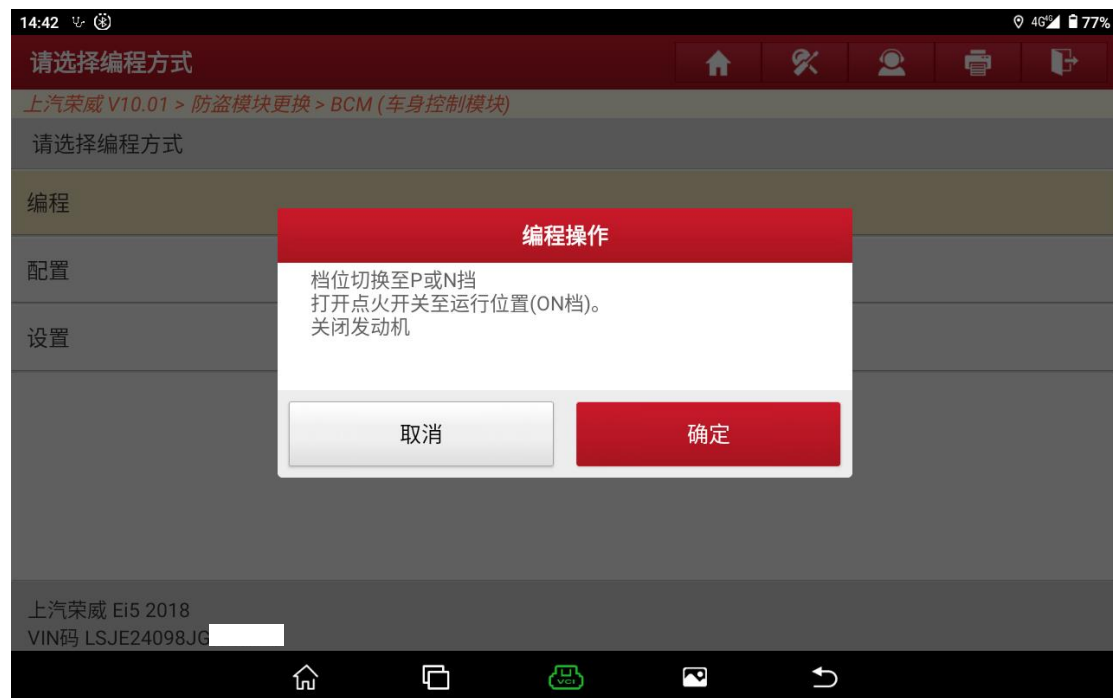
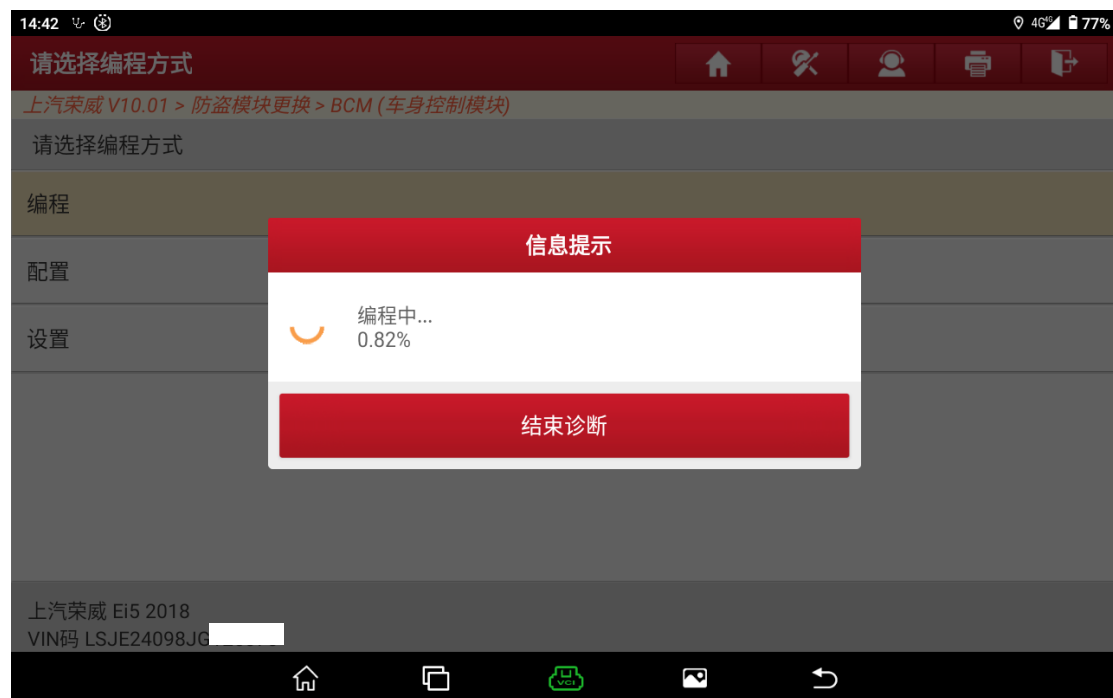

图 8
图 9
5. 选择编程进入功能并执行完成（图 8、图 9、图 10、图 11、图 12）